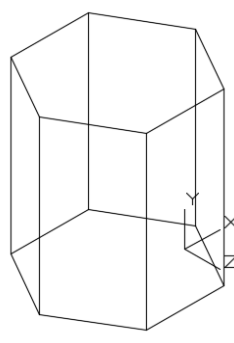

Рис. 21
- 3) выполнить поворот ПСК вокруг оси X кнопкой «X»  на 90 градусов – ПСК примет положение точки 2 с координатой 0,0 (рис. 21);